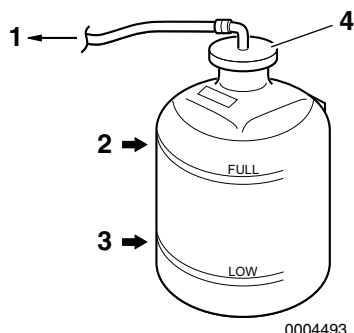

Figura 12
6. Verifique o nível de líquido de refrigeração no reservatório. O nível deve estar na marca FULL (Cheio) **(Figura 12, (2))**.
7. Remova o tampão do reservatório (**Figura 12, (4)**) para adicionar líquido de refrigeração se necessário. Não adicione água.
9. Verifique a mangueira de borracha (**Figura 12, (1)**) que liga o reservatório ao depósito do líquido de refrigeração / permutador de calor. Substitua, se estiver danificado.